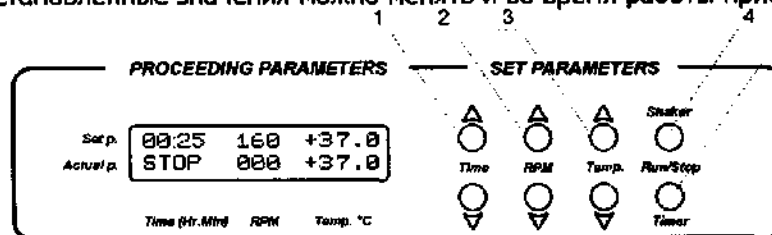

Рис. 2 Панель управления
5.3 С помощью соответствующих кнопок « ▲ » и « ▼ » (рис. 2/1) установите необходимый интервал времени в часах и минутах (шаг – 1 мин). Если кнопка удерживается нажатой длительное время, шаг смены значений увеличивается.
5.4 С помощью соответствующих кнопок « ▲ » и « ▼ » (рис. 2/2) установите необходимое количество оборотов в минуту (шаг – 10 об./мин). Если кнопка удерживается нажатой длительное время, шаг смены значений увеличивается.
5.5 С помощью соответствующих кнопок « ▲ » и « ▼ » (рис. 2/3) установите необходимую температуру (шаг – 0.1 °C). Если кнопка удерживается нажатой длительное время, шаг смены значений увеличивается.
4.7 Нажмите кнопку **Shaker-Run/Stop** (рис.2/4). При этом начинается движение платформы, и таймер начнет отсчет установленного интервала времени (с точностью до 1 мин).
4.10 При необходимости можно перезапустить таймер во время работы. Для этого дважды нажмите кнопку **Timer – Run/Stop** (рис. 2/5) (первый раз для остановки таймера, второй - для повторного запуска).
По истечению заданного интервала времени движение платформы прекращается автоматически, но термостатирование можно отключить, только сокращая температуру кнопкой Temp. " ▼ " (рис. 2/3 – нижняя кнопка) до появления индикации OFF в верхней части дисплея (T, °C – set point).